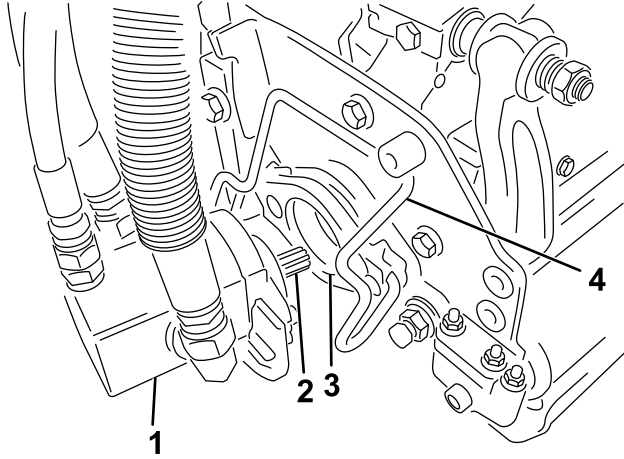

图35
5. 在滚刀组马达的花键轴上涂抹干净的润滑脂（图35）。
6. 将马达插入滚刀组左侧（从操作员的位置看），并将滚刀组上的马达固定架拉向马达，直到听见马达两侧发出“咔哒”的声音（图35）。